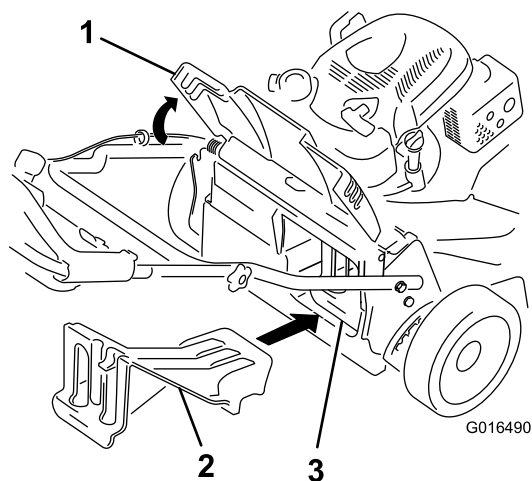

Рисунок 24
- Если задняя выпускная заглушка не установлена, возьмите ее за рукоятку, поднимите заднюю дверцу и вставьте ее в желоб заднего выброса, пока защелка не зафиксирована на месте, см. Рисунок 24.
Внимание: Убедитесь, что задняя выпускная заглушка установлена на своем месте, и произведите утилизацию травы и срезанных листьев (Рисунок 24).